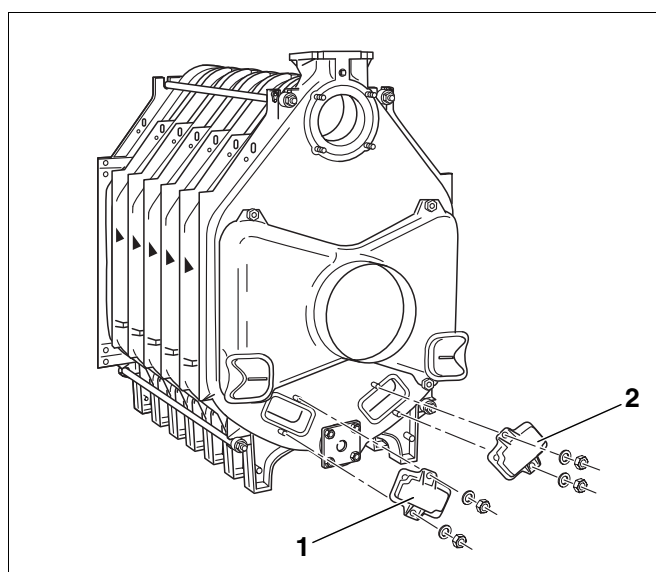

Fig. 30 Montarea capacelor de curățare
- Capacele de curățare se montează din nou cu șaibe și șuruburi pe elementul posterior (fig. 30, **poz. 1 și 2**).